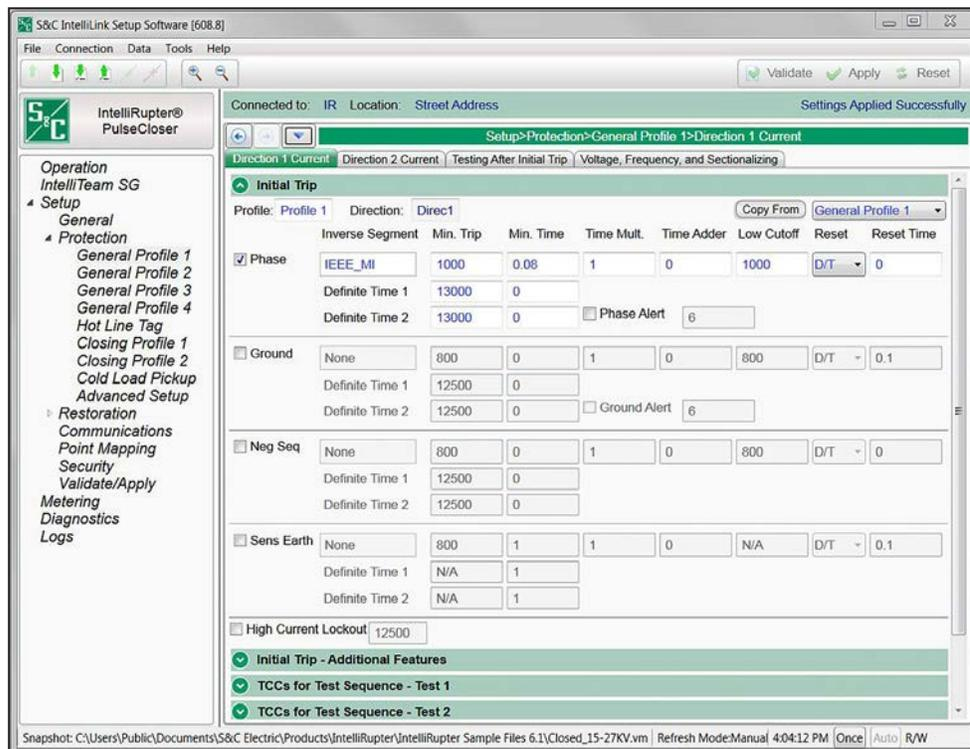

Figura 29. Tela Configuração>Proteção>Perfil Geral 1>Corrente na Direção 1>Trip Inicial.
PASSO 1. No campo **Profile** atribua um nome do perfil, de escolha do usuário, com até 12 caracteres, para cada um dos quatro Perfis Gerais. Este campo é editado na tela *Setup>Protection>General Profile 1>Direction 1 Current>Initial Trip* e o nome atribuído será exibido em cada tela e subtela do perfil. Este rótulo é mostrado também na tela principal do perfil geral ativo. Ver Figura 29.